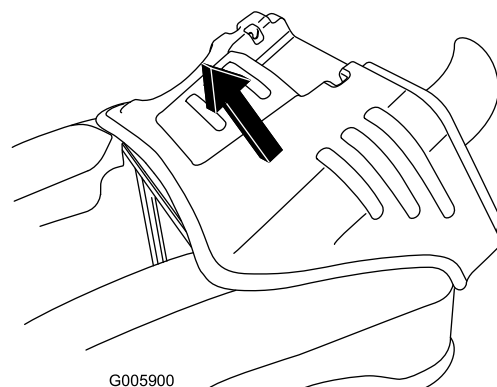

Figure 25
6. Saisissez l'avant et l'arrière du capot du moteur et soulevez-le du châssis (Figure 25).